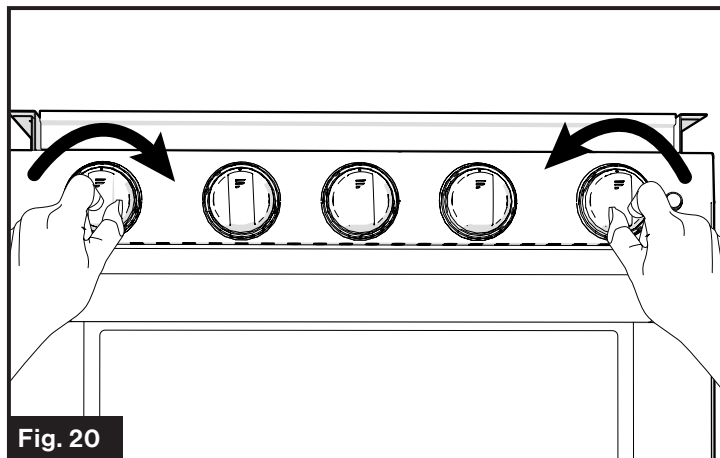

Fig. 20
- Maintenez le bouton de commande du four enfoncé et tournez le bouton d'allumage dans le sens des aiguilles d'une montre à plusieurs reprises jusqu'à ce que la flamme pilote du brûleur du four soit allumée. (Fig. 20)